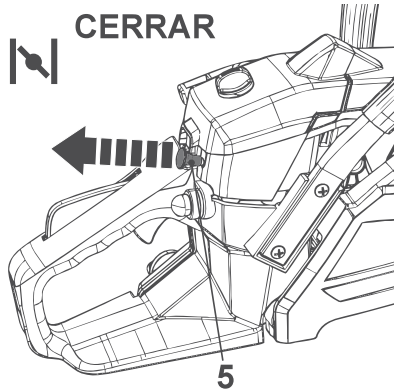

Fig. 21a
1. Al tirar al máximo de la palanca del estrangulador (5) (Fig. 21a), el estrangulador pasa a la posición CERRADA y el acelerador se ajusta a ralentí alto.